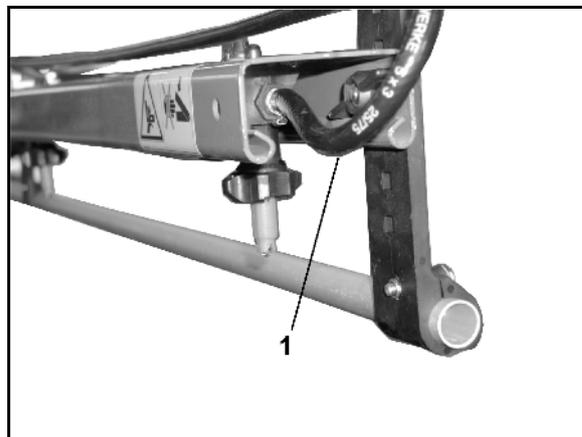

Fig. 117
- gjør det mulig å oppnå et permanent væskeomløp i sprøyteledningen når trykkomløpssystemet er tilkoblet. I den forbindelse er det montert en skylletilkoblingslange (Fig. 117/1) på hver delbredde.
- en skylletilkoblingslange (Fig. 117/1) per delbredde